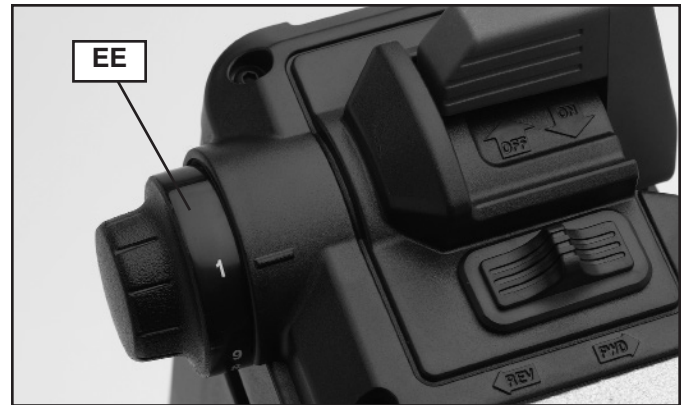

Fig. 20
Après la sélection de la plage de vitesses (comme décrit sous la rubrique **Remplacement Des Poulies**), utiliser la molette de commande de la vitesse (EE), fig. 20, pour faire varier le régime dans cette plage. Face au tour, tourner la molette vers l'avant (dans votre direction) pour accroître le régime. La tourner vers l'arrière (dans la direction opposée) pour réduire le régime.